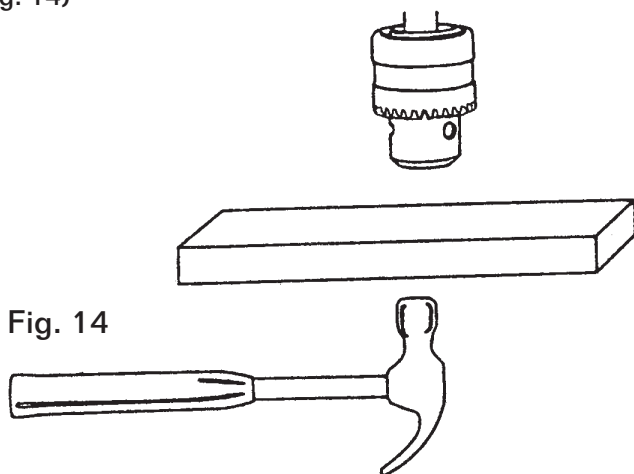

Fig. 14
3. Con un pedazo de madera y un martillo golpe ligeramente el broquero hasta que asiente en el husillo. (Fig. 14)